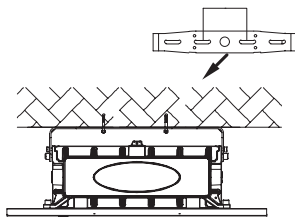

Figure 4
4. Tighten the nut of the screws (Figure 4).
4. Serrez l'écrou des vis (Figure 4).